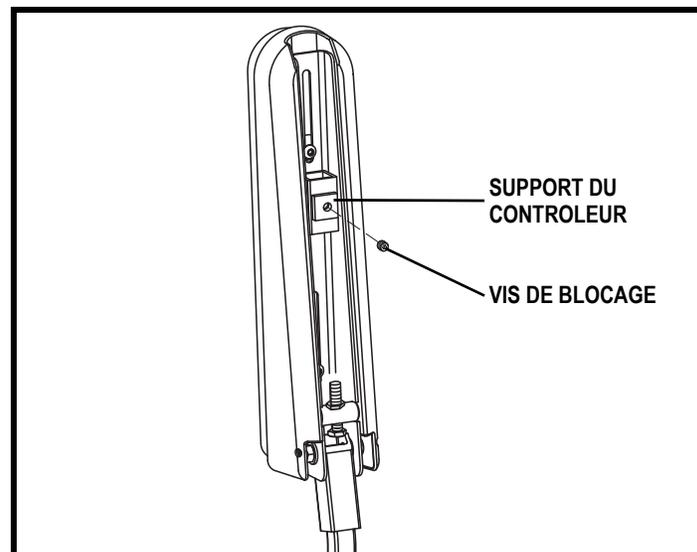

Figure 17. Réglage contrôleur
2. Desserrez la vis de blocage sous l'accoudoir. **Voir la figure 17.**